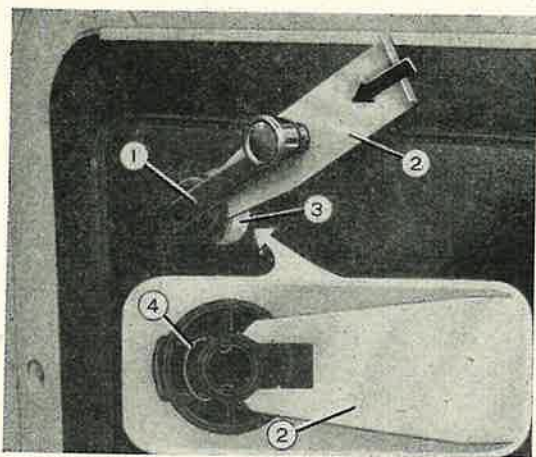

Fig. 75. — Démontage de la manivelle de lève-glace.
- Tirer sur la poignée du lève-glace afin d'introduire un outil, comme représenté figure 75, et faire sauter le clip sur l'axe du mécanisme de lève-glace.